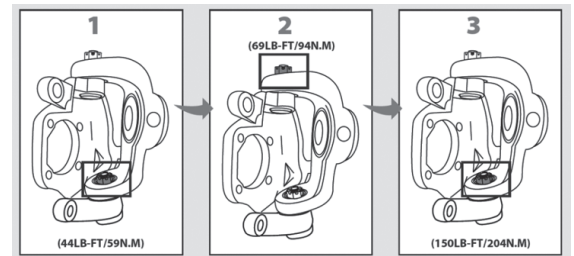

Figure 3
- Veiller à respecter la séquence de serrage indiquée ci-dessous et sur la **Figure 3**. Il est recommandé d'effectuer cette séquence avec la fusée d'essieu en position droite. Cela permet de s'assurer que la fusée d'essieu est correctement alignée sur l'assemblage.